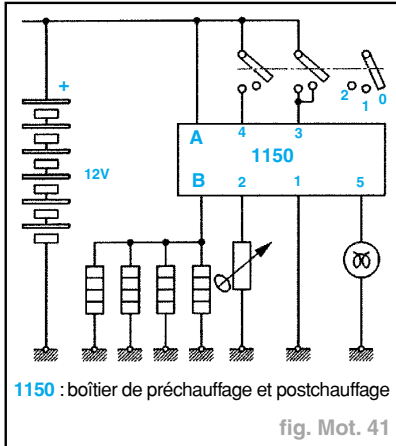

fig. Mot. 41
- Affectation des voies du boîtier de préchauffage et postchauffage (fig. Mot. 41).